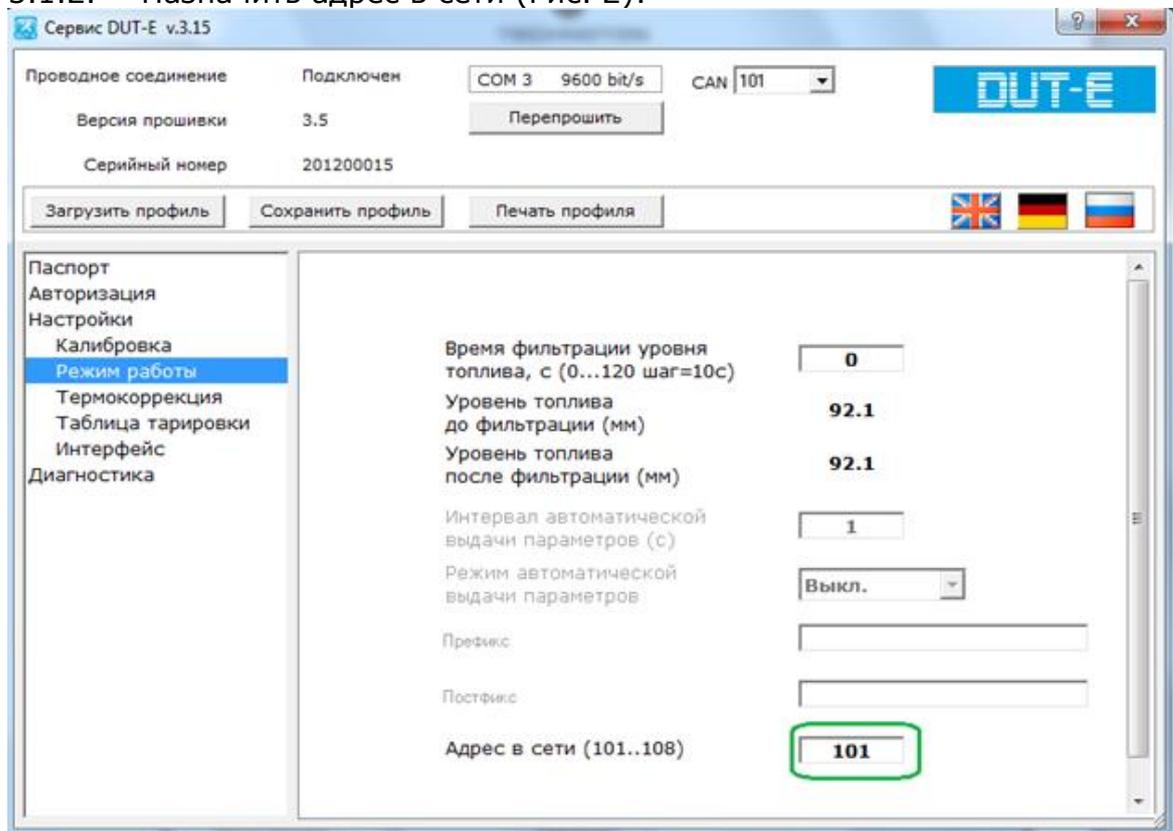

Рисунок 2
3.1.2. Назначить адрес в сети (Рис. 2):